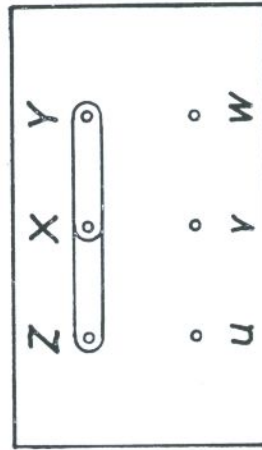

Bild 5: Sekundärumschaltung bei Bereich II (großer Spannungsbereich)
Bereich II: Sekundärumschaltung am Klemmbrett (4) n. Bild 5